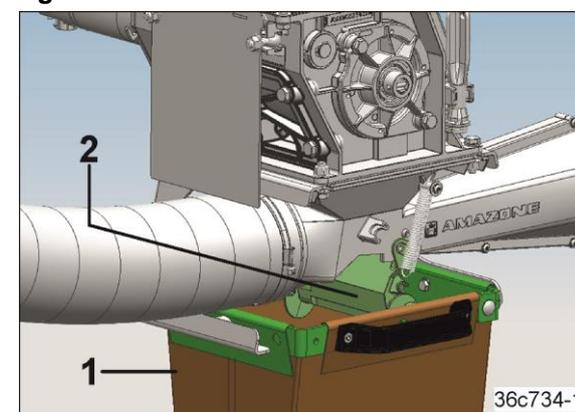

Fig. 229
1.4 Den Auffangbeutel (Fig. 229/1) unter den Dosierer schieben und die Klappe (Fig. 229/2) öffnen. Die Ausführung der Klappe ist abhängig vom Maschinentyp, siehe Kapitel 8.8, Seite 186.